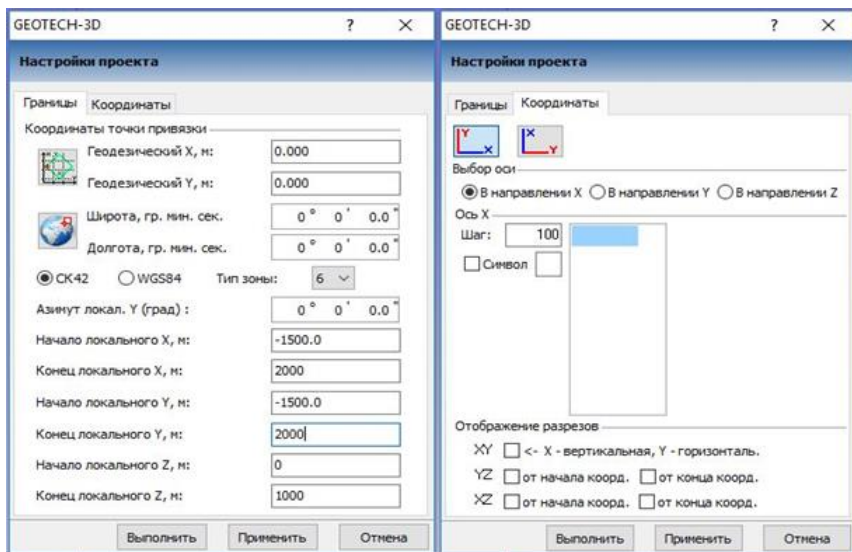

Рис. 2.6. Ввод параметров проекта
3. В открывшемся диалоговом окне **Настройки проекта** введите следующие параметры проекта (рис. 2.6).